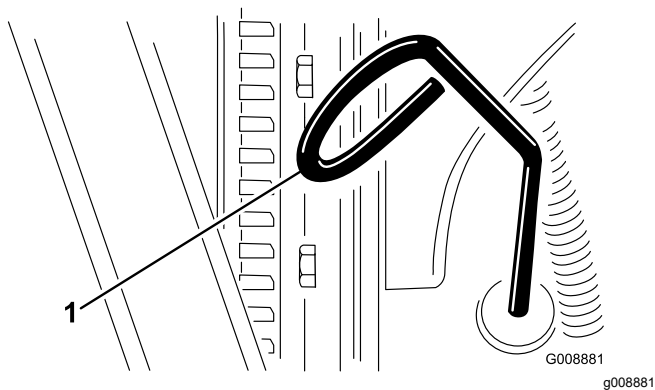

Figure 48
2. Retirez la jauge (Figure 48) et essuyez-la sur un chiffon propre.